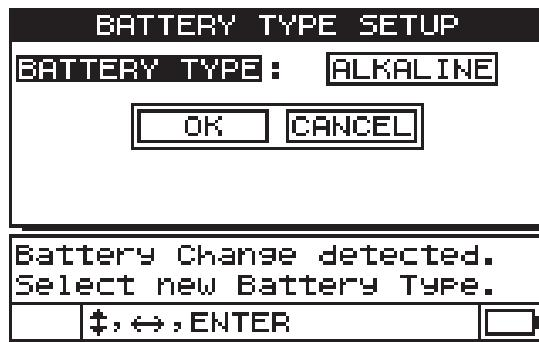

图 2-3 选择电池类型
10. 按电源键 [①]，启动 27MG 仪器。
11. 回答出现在屏幕底部的有关电池类型设置的问题，使用向右或向左箭头键，然后按 [ENTER]（确定）键（参见第 22 页的图 2-3）：